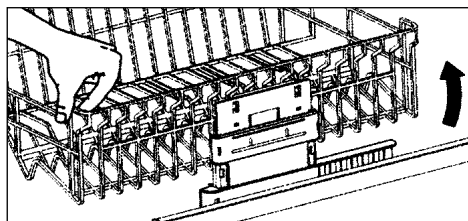
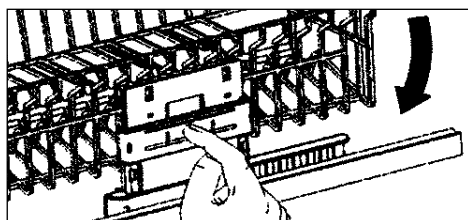

fig. 9
fig. 10
- Sortez le panier de la position limite et soulevez le côté droit pour pouvoir placer des assiettes plus grandes dans le panier du bas (voir fig. 9). Pour revenir à la position initiale, sortez de nouveau le panier et appuyez sur le déclencheur (voir fig. 10).